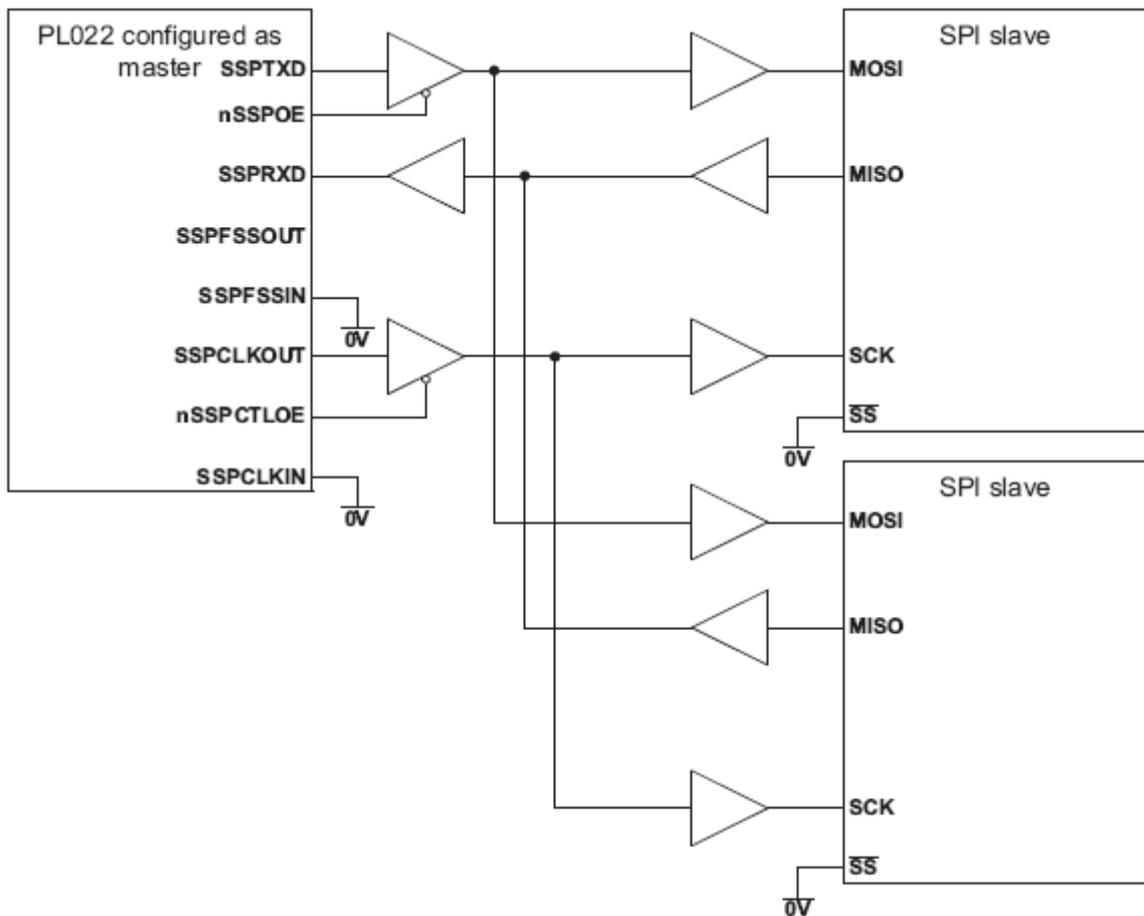

Рисунок 76 – Ведущее устройство SSP подключено к двум ведомым, поддерживающим SPI
Рисунок 76 показывает подключение модуля SSP, сконфигурированного как ведущее устройство, к двум ведомым устройствам, поддерживающим протокол SPI фирмы Motorola. Внешние устройства сконфигурированы как ведомые путем установки в низкий логический уровень сигнала выбора ведомого устройства Slave Select (SS). Как и в предыдущем примере, ведущее устройство способно передавать данные в адрес ведомых циркулярно по линии SSPTXD. Ответная передача данных на входную линию SSPRXD ведущего устройства одновременно осуществляется только одним из ведомых по соответствующей линии MISO.